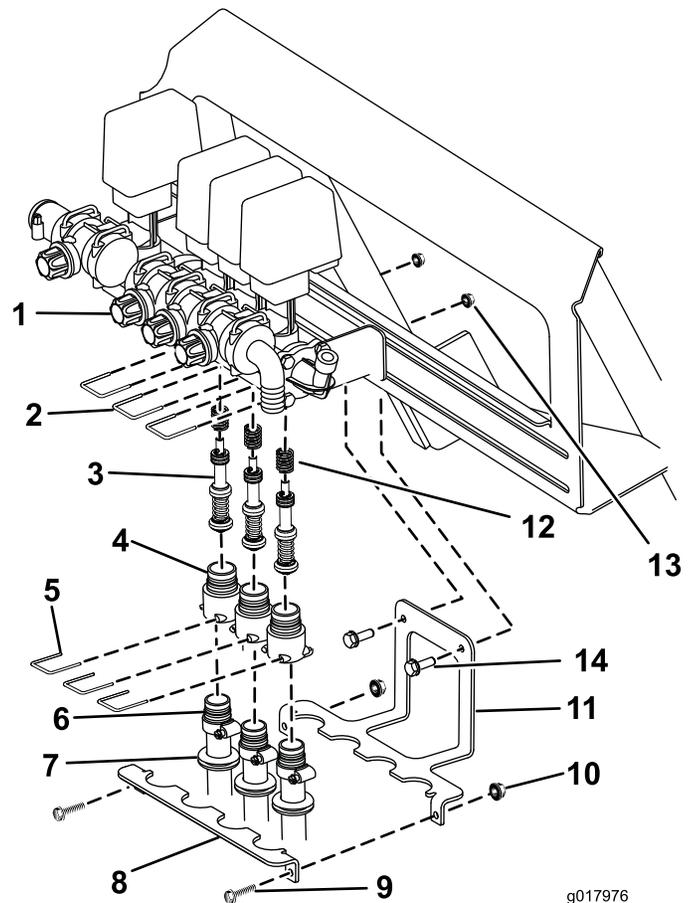

Figura 1
**Nota:** Consulte Figura 1 durante todo este procedimiento.
1. Sujete el soporte de estabilización de las mangueras a la parte trasera de la máquina según se muestra en Figura 1 usando 2 pernos (5/16 x 3/4 pulgada) y tuercas con arandela prensada (5/16 pulgada).